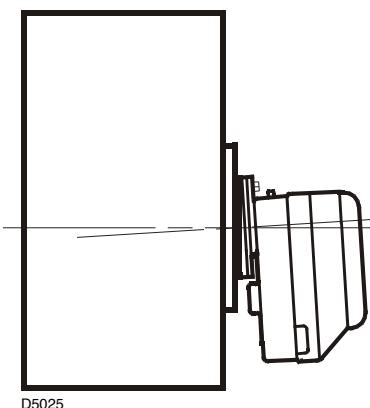

Fig. 8
- Despues de la instalación, controlar que el quemador esté ligeramente inclinado, como se indica en la Fig. 8.